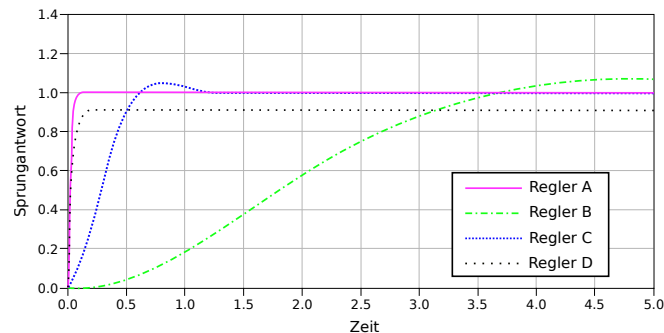

Abbildung 1: Sprungantworten für verschiedene Regler.
1. Abbildung 1 zeigt die Sprungantworten verschiedener Regler für ein lineares zeitinvariantes Verzögerungsglied 2. Ordnung. Um welchen Reglertyp handelt es sich bei den jeweiligen Sprungantworten? Tragen Sie entsprechend P-, I-, D-, PI-, PD- oder PID-Regler für die Sprungantworten von A, B, C und D im Lösungsblatt ein.